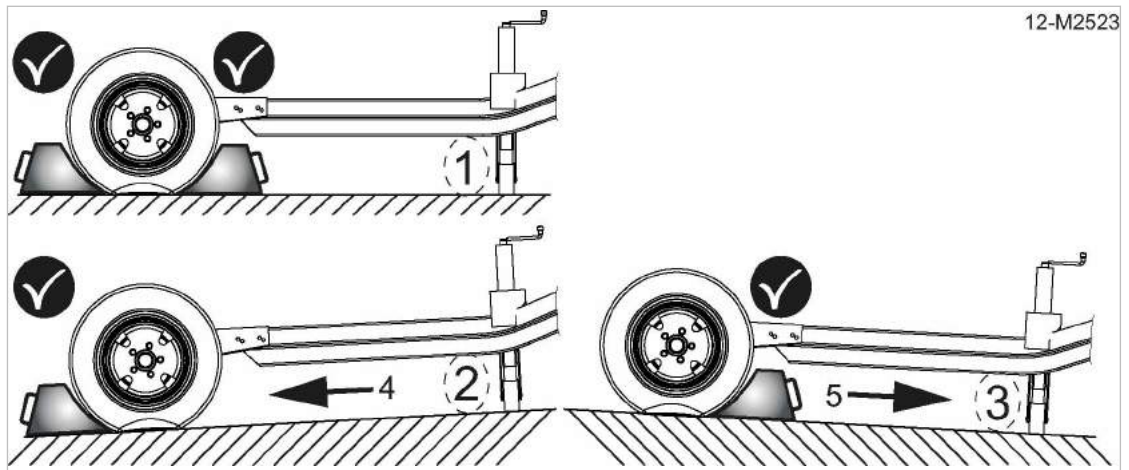

Fig. 93 Wielblokken gebruiken
2. Leg de wielblokken tegen de weglooprichting van de machine in, zie afbeelding 93.